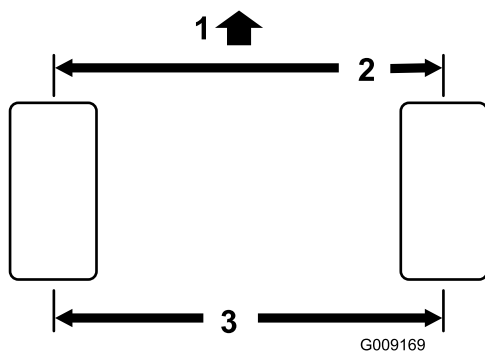

Figure 75
2. Mesurez l'entraxe (à hauteur d'essieu) à l'avant et à l'arrière des roues directrices (Figure 75).